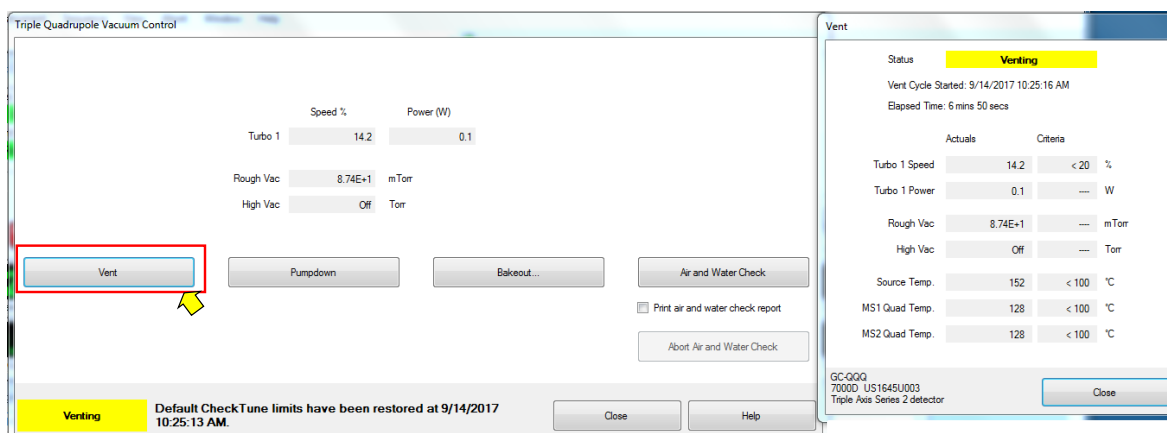

Figura 17. Ciclo de venteo para apagar el equipo.
8.4.2. Realizar el venteo desde el software *MassHunter Data Acquisition program*, ejecute **[Instrument] > [MS Vacuum Control]** o desde el *Instrument Control* dar click en el ícono del **Vacuum Control** . Dar click en **[Vent]** para comenzar el ciclo de venteo. El procedimiento de venteo incluye el enfriamiento de las zonas de alta temperatura del equipo antes de perder el alto vacío del espectrómetro de masas. Un cuadro de diálogo con el estado del sistema muestra los cambios en progreso del ciclo de venteo (véase **Figura 17**).